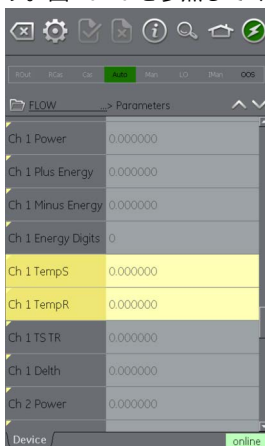

図 10-20: 関数ファインダ
5. 関数ファインダは、関連する関数グループをデバイスビューに表示し、検索されたすべての変数を黄色で強調表示します。図 10-20 を参照してください。